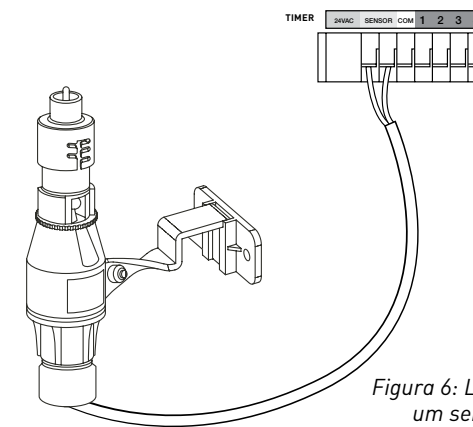

Figura 6: Ligar um sensor de chuva
- Ligue os fios do sensor de chuva às portas do terminal de ligações (cor amarela) com uma etiqueta de "Sensor" (consulte a figura 6).